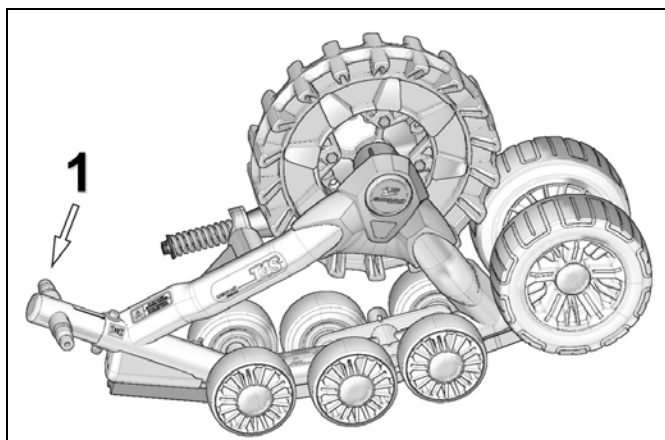

Figure 33
- Enlevez les deux pneus de 241 mm (1) au tensionneur. Voir la Figure 33.